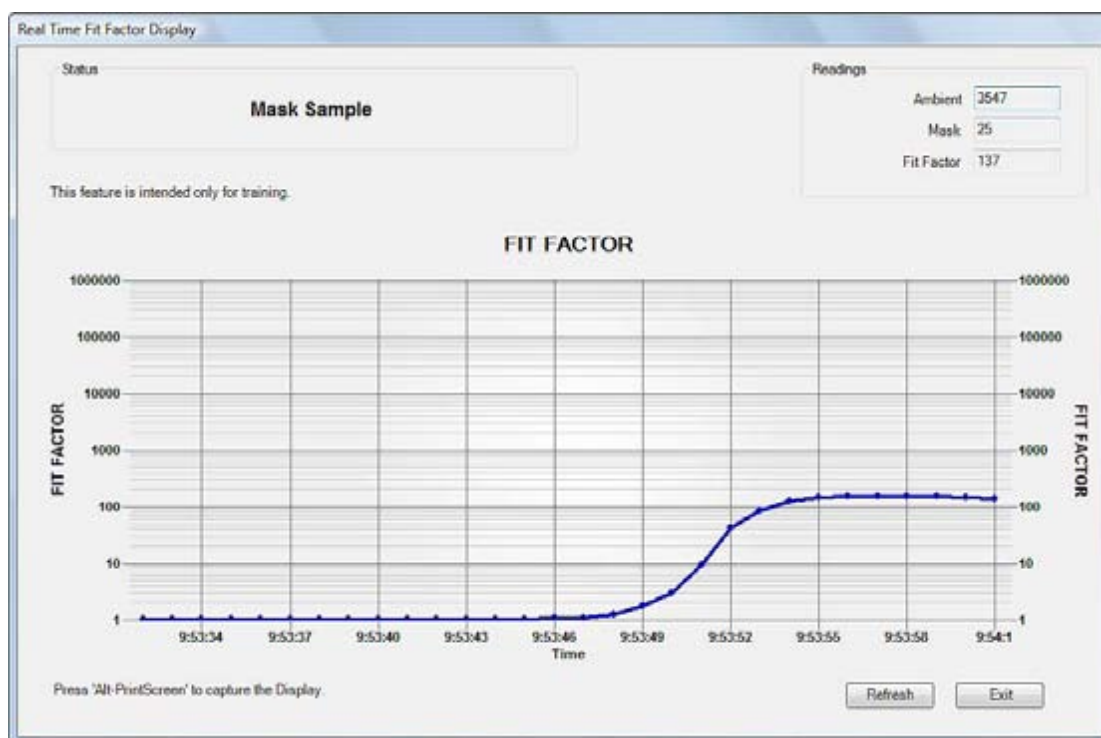

Ilustración 16. Real Time Fit Factor Display (Visualización del factor de ajuste en tiempo real)
1. Para iniciar la visualización en tiempo real, seleccione **PortaCount | Real Time** (PortaCount | Tiempo real). Aparecerá el cuadro de diálogo Real Time Fit Factor Display (Visualización del factor de ajuste en tiempo real) (Ilustración 16).